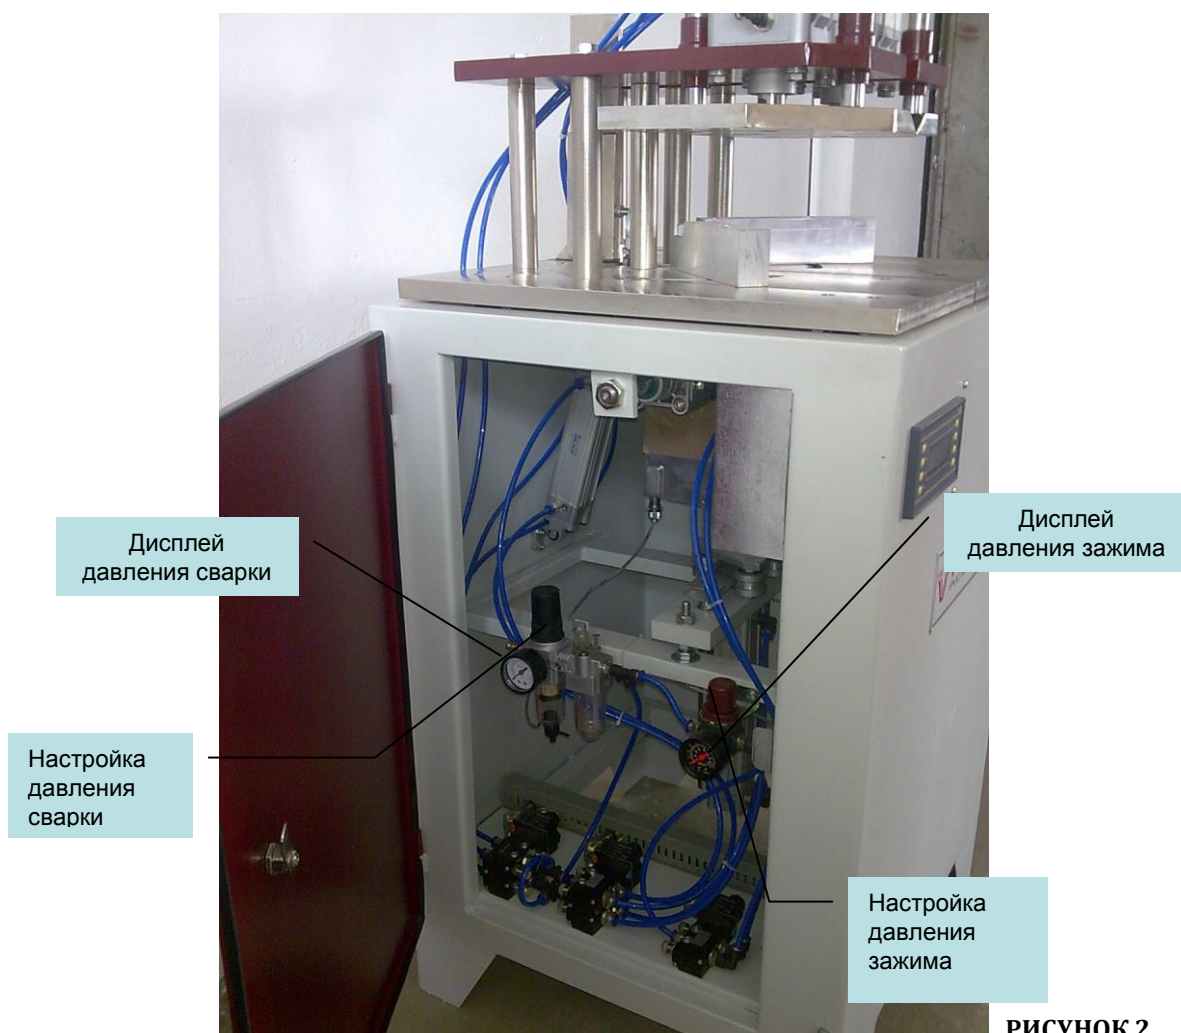

РИСУНОК 2
4.3.2. Нажмите кнопку запуска системы (Рисунок 2).